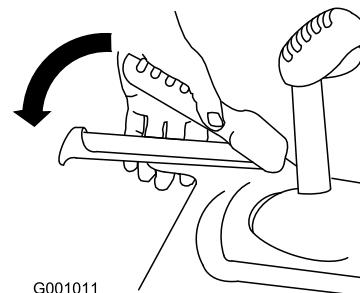

Bild 28
- Drücken Sie zum Einkuppeln des Fahrantriebs den linken Hebel (Fahrantrieb) zum Handgriff (Bild 28).